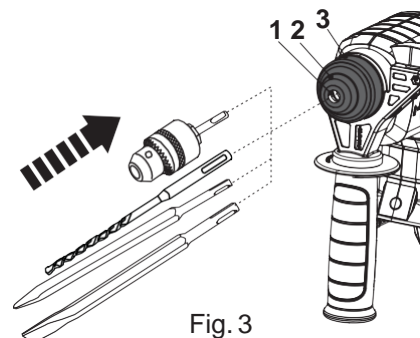

Fig. 3
2. Insira a broca/cinzel SDS-plus no mandril (1) com um movimento giratório completo até ao fundo e encontre a posição de encaixe (Fig. 3).